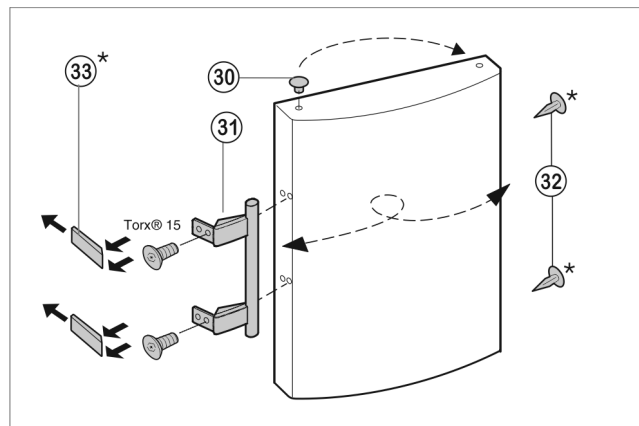

Fig. 9
- ▶ Til de stop Fig. 9 (30) uit de deurlagerbus en plaats hem om.
- ▶ Monteer deurgreep Fig. 9 (31), stop Fig. 9 (32) en drukplaten Fig. 9 (33) af en monteer ze aan de tegenoverliggende kant.